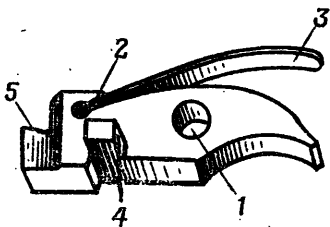

Рис. 64. Шептало:
**Шептало** (рис. 64) служит для удержания курка на предохранительном и боевом взводах.